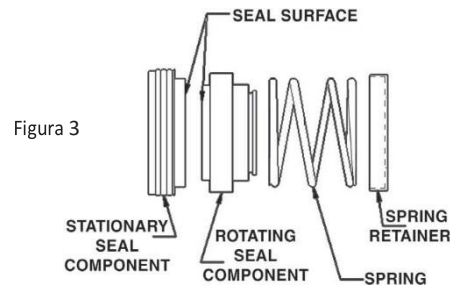

Figura 3
5. Lubrique el interior del componente giratorio de la junta con un lubricante químicamente compatible y deslícelo con cuidado sobre el adaptador del eje con la cara giratoria apuntando hacia el motor (como se muestra en la figura 3).